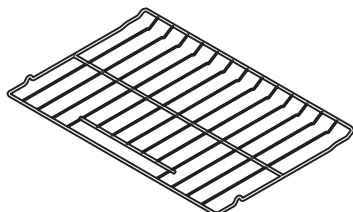

Figure 1
- La grille plate avec poignée (Figure 1).